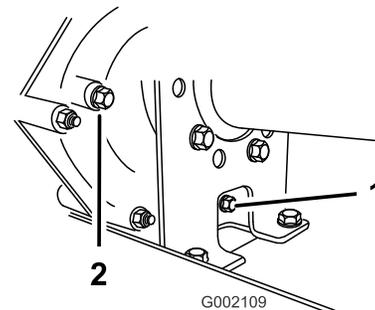
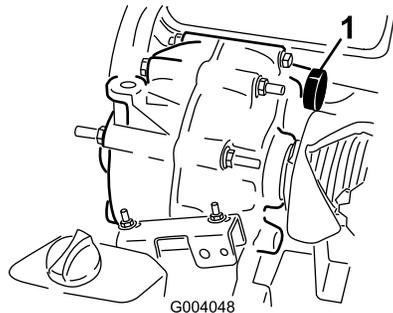

Bild 50
Bild 51
2. Reinigen Sie den Bereich um die Füll- und Ablassschraube mit einem Lappen (**Bild 50**).
4. Drehen Sie die Füllschraube nach links, um sie zu entfernen (**Bild 50**).
5. Drehen Sie die Ablassschraube nach links, um sie zu entfernen (Bild 50).
6. Setzen Sie die Ablassschraube und Dichtung in das Ablassschraubenloch am Getriebe ein und ziehen sie an (Bild 50).
7. Füllen Sie den Behälter (Bild 51) über die Einfüllöffnung mit ca. 1,4 l Öl der angegebenen Ölsorte oder bis der Ölstand im Getriebe die Unterseite des Gewindes erreicht. (Bild 50).
8. Setzen Sie die Füllschraube und Dichtung in das Füllschraubenloch am Getriebe ein und ziehen sie an (Bild 50).
10. Prüfen Sie den Ölstand und füllen mehr Öl ein, wenn der Ölstand unter dem Gewinde im Füllschraubenloch liegt (Bild 50).